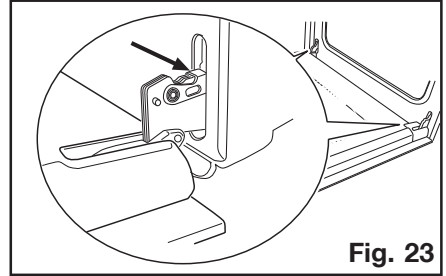

Fig. 23
5. Après quelques instants, le verrouillage de la porte est activé et le symbole correspondant **[🔑]** s'affiche (Fig. 23).
2. Repérez les deux charnières (Fig. 23).